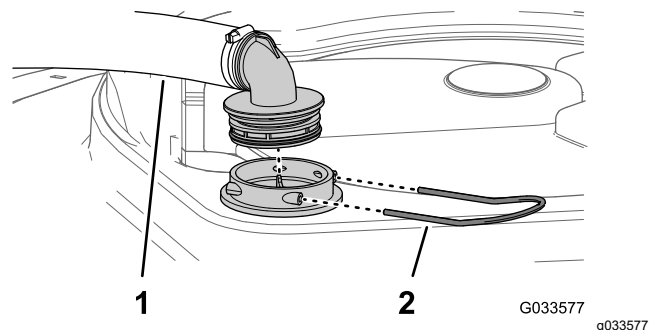

Figure 56
2. Au sommet de la cuve du pulvérisateur, retirez l'étrier qui fixe le raccord de flexible sur le grand flexible et le logement du filtre (Figure 56).
3. Retirez le flexible et le raccord du logement du filtre (Figure 56).